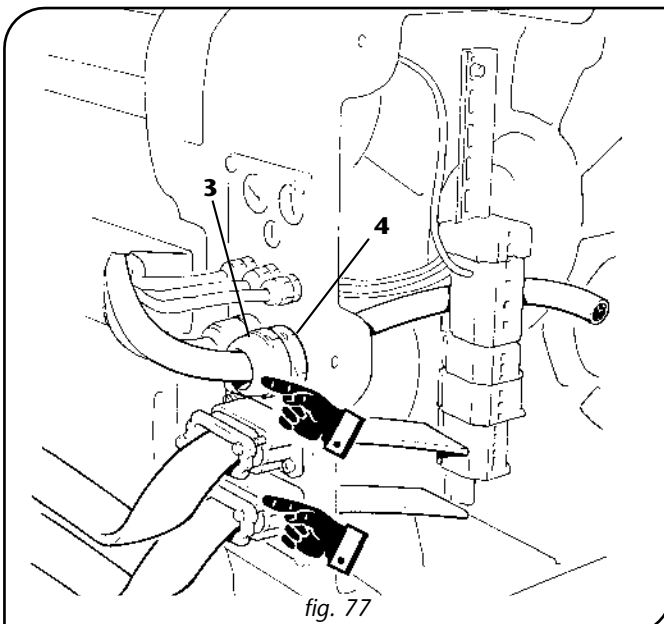

fig. 77
4. Desserrer les écrous -3- des bornes -4- pour câbles ronds et introduire les conducteurs dans les bornes de câble. Desserrer les vis des bornes de câble pour câbles plat et introduire les câbles plats dans les bornes de câble. Serrer à fond tous les écrous des bornes de câble rond et toutes les vis des bornes de câble rond (fig. 77).